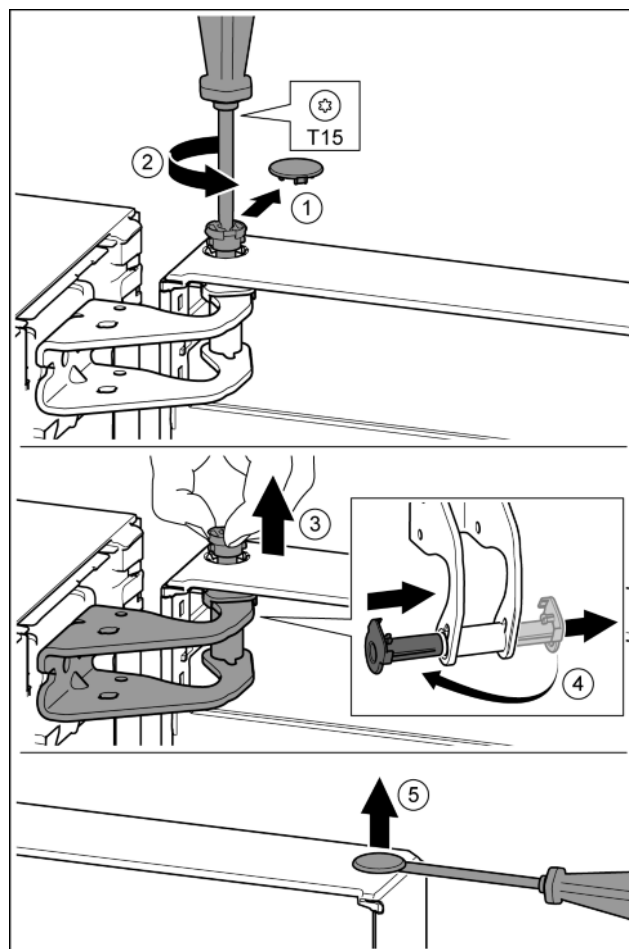

Fig. 9
► Opatrne vytiahnite poistný kryt. Fig. 9 (1)
► Skrutkovačom T15 trochu vyskrutkujte čap. Fig. 9 (2)
► Pevne držte dvere a čap vyťahujte prstami. Fig. 9 (3)
► Puzdro ložiska vytiahnite z vedenia. Nasad'te z druhej strany a zaklapnite. Fig. 9 (4)
► Plochým skrutkovačom opatrne nadvihnite a vyberte zátku z puzdra ložiska dverí. Fig. 9 (5)